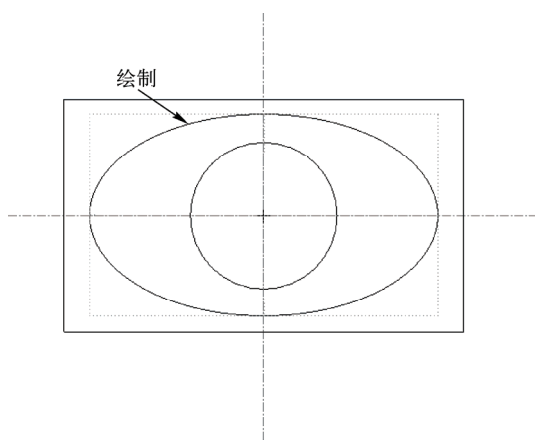

图 2-70 绘制其他椭圆形圆角
STEP 04 用与上述同样的方法，创建其他的椭圆形圆角，单击鼠标中键，完成椭圆形圆角的绘制，效果如图 2-70 所示。